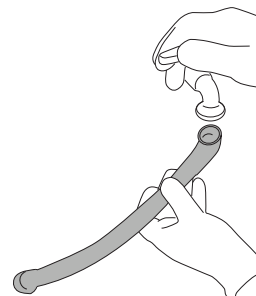

Fig.32
- Faire couler de l'eau dans le tuyau pour le nettoyer (Fig. 32).